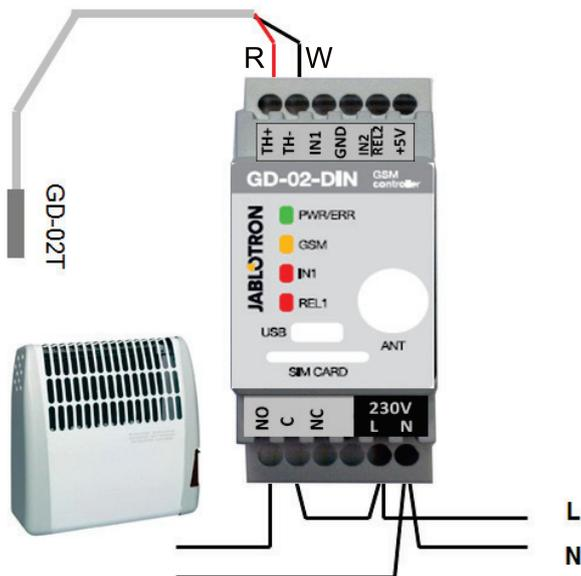

Figura 5: Medir a temperatura e o controlo do esquentador.
- Um dispositivo controlado tem de ser conectado pelos contactos de potência de saída do REL1 (ver Figura 5) da seguinte forma: